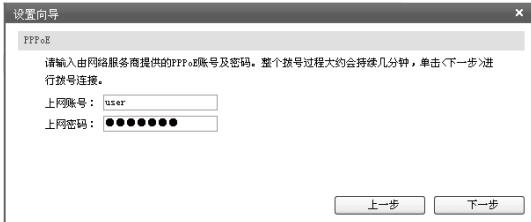

图4-7 上网方式-PPPoE
1)如果上网方式为PPPoE, 即ADSL虚拟拨号方式, 则需要填写网络服务商提供的上网账号和密码, 如**图4-7**所示。